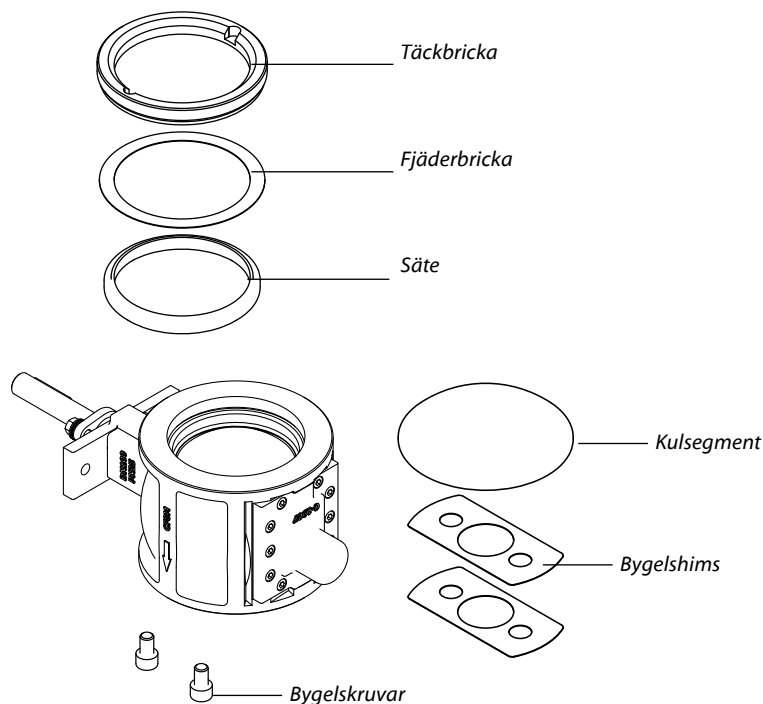

Fig.6-13.1 Montering.
1. Montera bygelshimsen (→ Fig.6-13.1). Det antal shims som skall monteras är enligt det antal bygelshims som tidigare fanns monterat på bygel. Montera sedan kulsegment på bygel.
2. Återmontera skruvarna (→ Fig.6-13.1) på bygel. Dra dem växelvis.